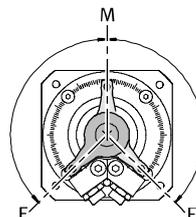

Fig. 15
5. 请优先采用相对于 DSM 对称线 M 的对称角度调节方式 (Fig. 15)。这样可以使左右摆动的动作匀称一致。